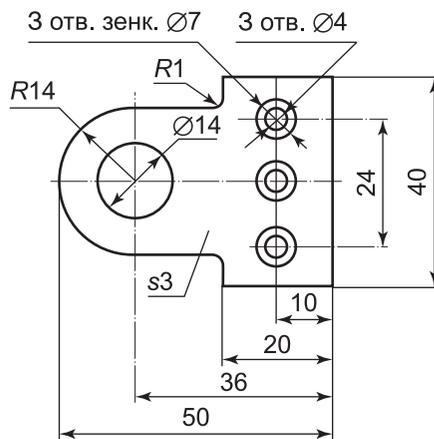

Рис. 47. Применение линий и условных обозначений на чертеже
7. Диаметр деталей помечают значком \varnothing , а радиус – латинской буквой R . Обозначение толщины плоских деталей (из листового металла, фанеры и т. п.) выполняют латинской буквой S , которую наносят перед размерным числом (рис. 47).